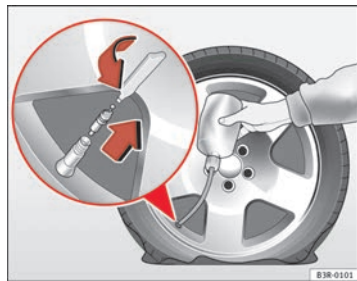

Fig. 189 Réparation
- Retirez le capuchon de la valve du pneu et dévissez l'obus de valve avec l'extracteur d'obus joint au kit de crevaison ⇒ fig. 189.